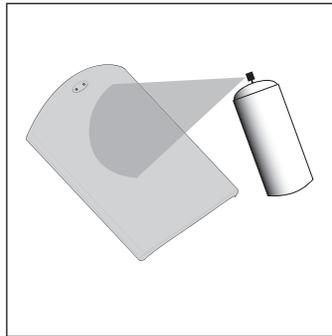

FIGURA 9: Verniciare la griglia spruzzando la vernice a strati sottili. Non otturare i fori della griglia con la vernice.
2. Applicare a spruzzo due strati di vernice di finitura [Figura 9]. Se si adopera una pistola a spruzzo, usare l'ugello e la regolazione che assicurano il massimo angolo di diffusione. Fare attenzione a non otturare con la vernice i fori della griglia.